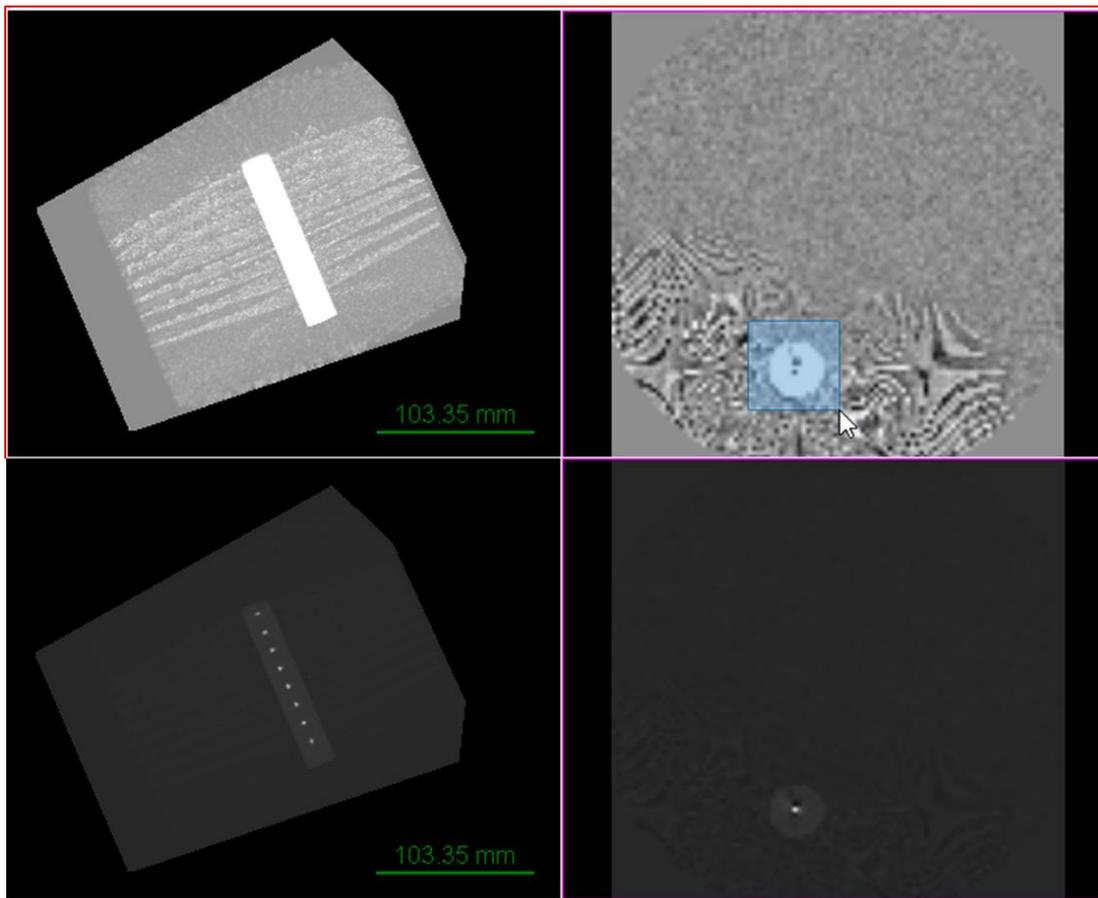

图 4.3.6 2D 视图浏览下框选目标前后对比
- 1) 使用方式一：选中一个 2D 视图中，浏览模式下，按住鼠标左键框住目标区域，如图 4.3.6 所示为窗宽窗位变化对比；